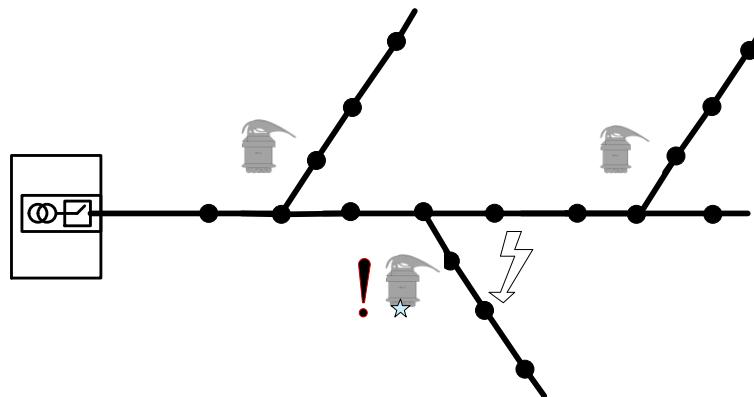

Рисунок 11 – Установка индикаторов на линии с коротким стволов и длинными ответвлениями
- на линии с коротким стволов и длинными ответвлениями индикаторы устанавливаются на ответвлениях вблизи мест разветвления, на ближайших к месту разветвления промежуточных опорах (Рисунок 11);